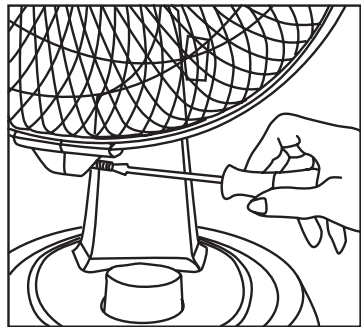

Fig. 5
5. Monte la rejilla frontal (1) en la guía existente en el aro de unión (8), se escuchará un "clic", después atornille el tornillo de seguridad (9). **(Fig. 5)**
5. Mount the front grille (1) using the guide on the connecting ring (8). You will hear a "click". Proceed to tighten the safety screw (9). (**Fig. 5**)